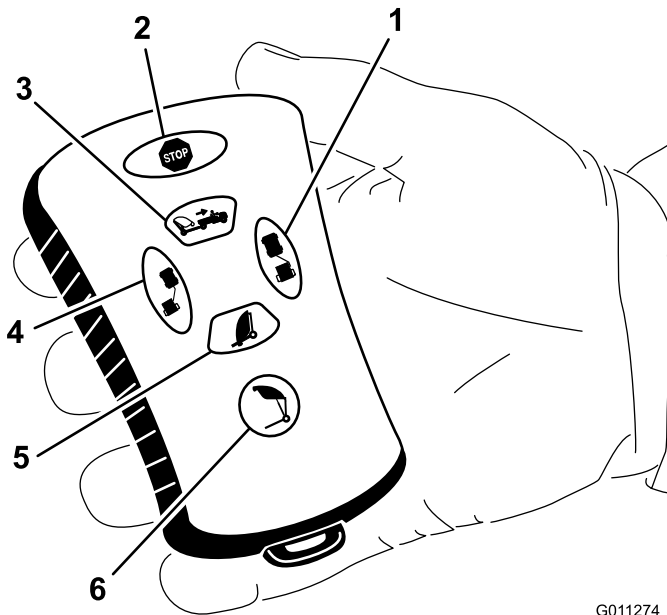

Figure 16
- Appuyez sur le bouton de vidage du bac (Figure 16).
- Appuyez ensuite sur le bouton de déport vers la gauche (Figure 16).
- Appuyez ensuite sur le bouton de déport vers la droite (Figure 16).
- Appuyez ensuite de façon continue sur le bouton de vidage du bac (Figure 16).
Pour abaisser le bac, appuyez sur le bouton de descente du balai-ramasseur (Figure 16). Le bac peut être abaissé lorsqu'il est dans l'une des positions suivantes :
Pour déporter le balai-ramasseur vers la gauche, appuyez de façon continue sur le bouton de déport vers la gauche (Figure 16). Relâchez le bouton pour arrêter le déplacement vers la gauche.
Pour relever le bac, appuyez de sur le bouton de relevage du balai-ramasseur jusqu'à ce que le bac atteigne la hauteur voulue ou s'arrête à la hauteur prédéfinie (Figure 16).
Pour déporter le balai-ramasseur vers la droite, appuyez de façon continue sur le bouton de déport vers la droite (Figure 16). Relâchez le bouton pour arrêter le déplacement vers la droite.